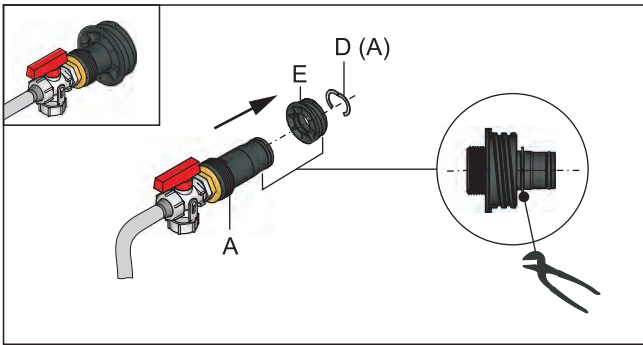

Bild 11-3 KFE-Befüllanschluss komplettieren
- 3 KFE-Befüllanschluss in Gewindestück (Bild 11-3, Pos. E) einstecken und mit Klemmstück (Bild 11-3, Pos. D) sichern.